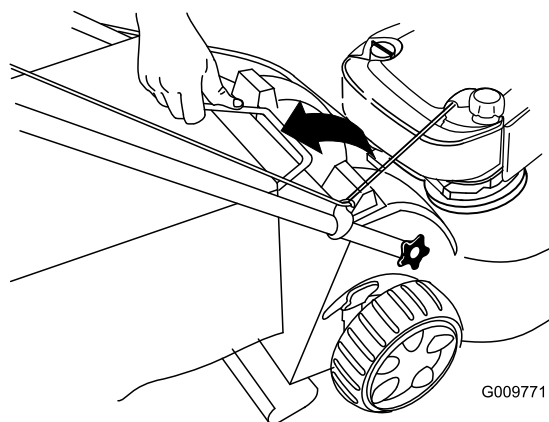

Figura 33
2. Sollevate la maniglia del cesto di raccolta estraendola dalle scanalature presenti sulla parte superiore della macchina e staccate il cesto dalla macchina (Figura 33).